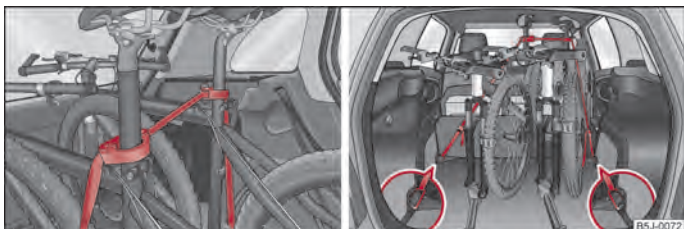

Abb. 59 Absicherung der Fahrräder mit Schellen / Absicherung der Fahrräder mit einem Band
- Setzen Sie die Schelle mit dem Gummiteil nach vorn (in Fahrtrichtung) möglichst weit unten an die Sattelstütze und schließen Sie die Schelle ⇒ Abb. 59.
- Beim Transport von zwei Fahrrädern spannen Sie das Band ⇒ Abb. 59 zwischen den Sätteln, indem Sie die Fahrräder auseinander schieben.